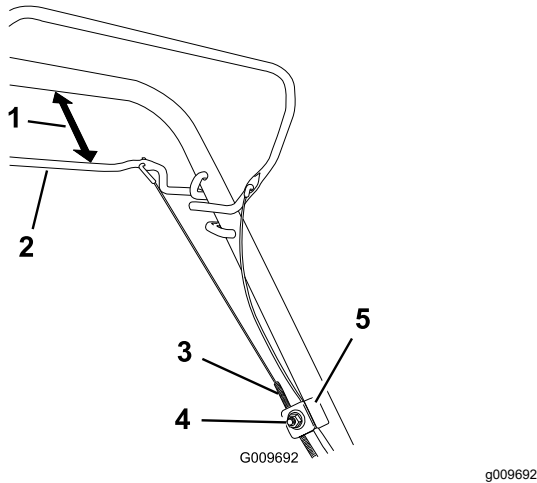

Figura 23
1. Desaperte porca de suporte do cabo (Figura 23).
2. Segure a barra da transmissão autopropulsora 25 a 38 mm do manípulo (Figura 23).
3. Puxe o invólucro do cabo (para máquina) até não haver folga no cabo (Figura 23).